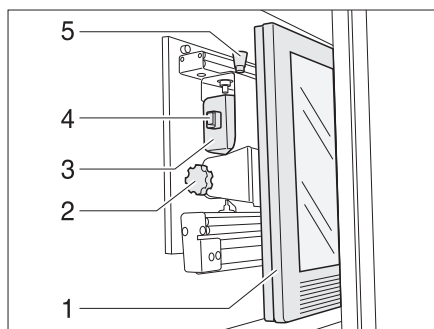

Fig. 57 Meuble télévision
- Appuyer sur le bouton de déverrouillage (Fig. 57,5) et tirer le support de l'écran plat jusqu'à la butée vers l'avant, à l'aide de la poignée (Fig. 57,4).
- Tirer le bouton de déverrouillage (Fig. 57,1) et faire pivoter l'écran plat (Fig. 57,2) dans la position souhaitée.
- Desserrer la vis moletée (Fig. 57,3).